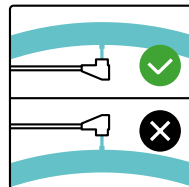

Abb. 4
- Das Ventil muss nach innen (Richtung Nabe) zeigen (**Abb. 4**).